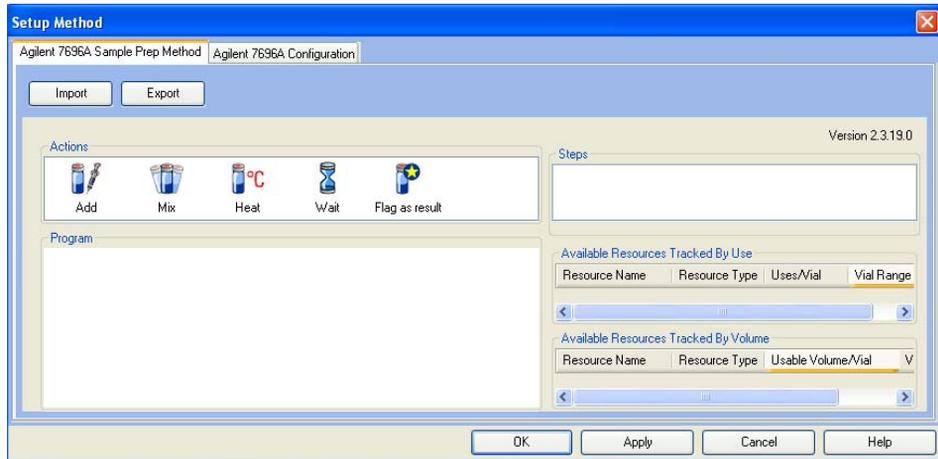

Abbildung 4 Setup-Methode
- 3 Gehen Sie zu **Method > Edit Agilent 7696A Parameters...**, um mit der Setup-Methode Probenvorbereitungsmethoden zu erstellen (Abbildung 4).